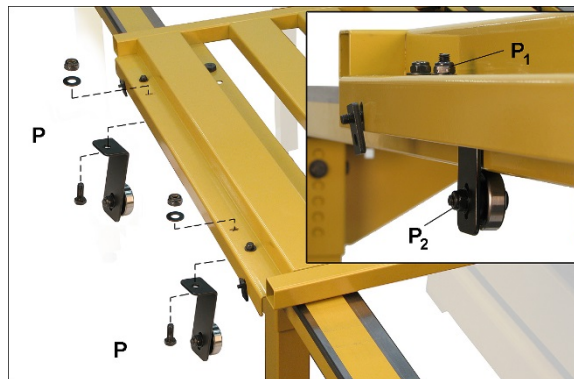

Рисунок 7-16
8. Установите вертикальные кронштейны с подшипником (Р, рисунок 7-16) на наружную направляющую. Расположите кронштейн вглубь поверхности как можно ближе к направляющей, но не касаясь ее, и затяните стопорную гайку (Р₁).